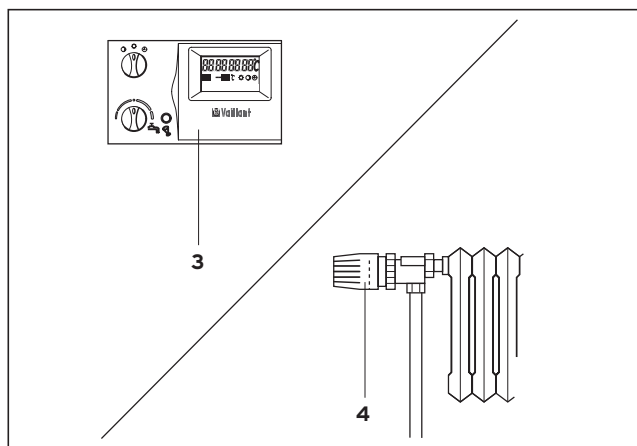

Рис. 3.8 Настройка регулятора комнатной температуры или регулятора отопления по наружной температуре
3.4.2 Установки на регуляторе комнатной температуры или регуляторе отопления по наружной температуре (рис. 3.8)